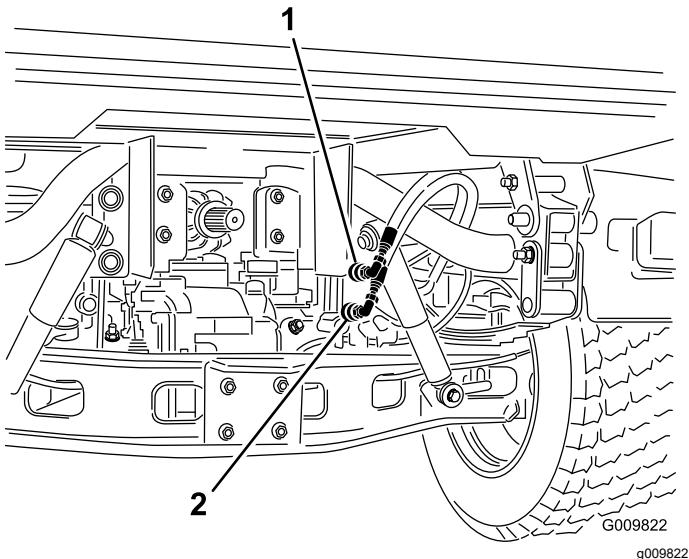

Figure 66
- Sur les deux machines, débranchez les 2 flexibles à raccords rapides des flexibles fixés au support de raccord (Figure 66).